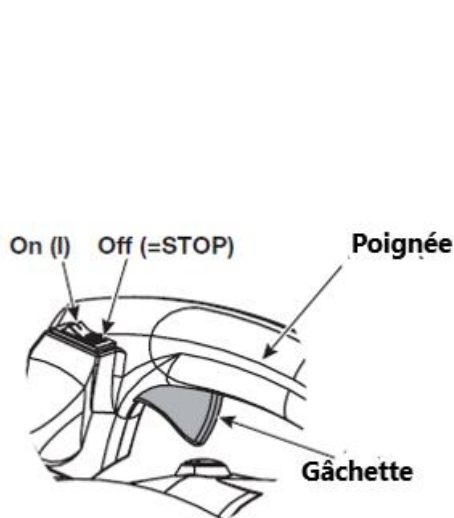

Fig. 9
Remarque : Il n'est pas nécessaire d'allumer l'appareil. L'interrupteur Marche/Arrêt est en position MARCHÉ (I) en tout temps (Fig. 9).